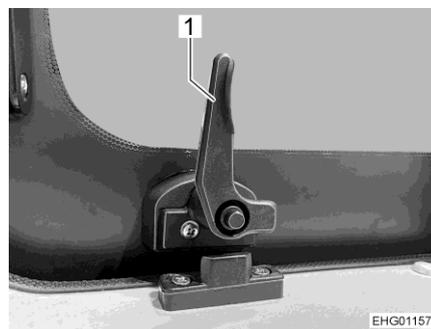

Fig. 18 Bloccaggio, aperto
- Aprire tutti i bloccaggi (Fig. 18,1).
- Chiudere tutti i bloccaggi (Fig. 18,1).